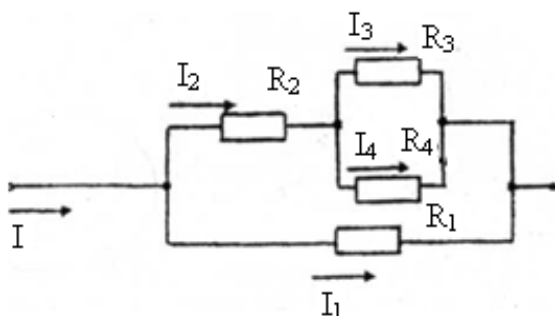

Рис. 4 - Схема электрической цепи постоянного тока со смешанным соединением резисторов
2. Разорвем ветвь с источником тока  $J$ . Токи, протекающие в цепи рис.4 называют вторыми частичными токами и обозначают с двумя штрихами.